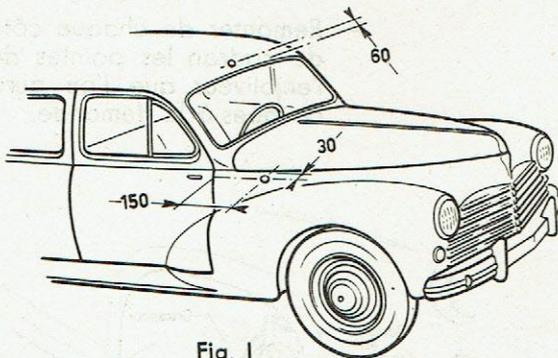

Fig. 1
Antenne de toit (Fig. 1)
- Percer au centre du pavillon à la cote indiquée Fig. 1 un avant trou qui sera alésé à la dimension requise par l'antenne utilisée.
Antenne d'aile (Fig. 1)
- Percer dans l'aile avant droite aux cotes indiquées Fig. 1 un avant trou qui sera alésé à la dimension nécessaire.